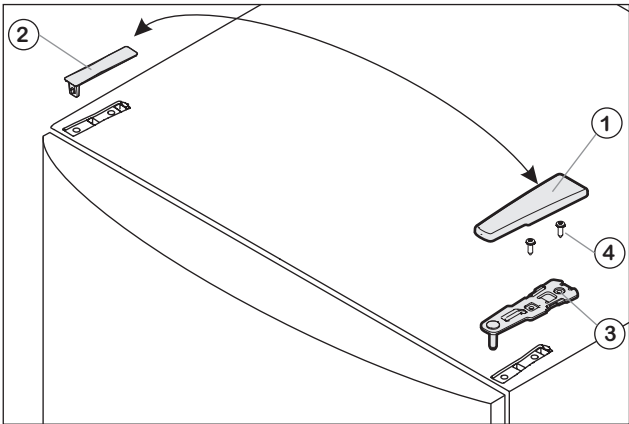

Fig. 1
- Rimuovere la copertura in fig. 1 (1) e la copertura in fig. 1 (2).
- Svitare il cuscinetto di supporto superiore in fig. 1 (3) (2 viti Torx 25).
- Fig. 1 (4) e sollevarlo.
- Montare il cuscinetto di supporto superiore in fig. 1 (3) sul nuovo lato della cerniera e nella porta.
- Stringere il cuscinetto di supporto superiore (2 viti Torx 25) fig. 1 (4).
- Incastrare la copertura in fig. 1 (1) e la copertura in fig. 1 (2) rispettivamente sul lato opposto.